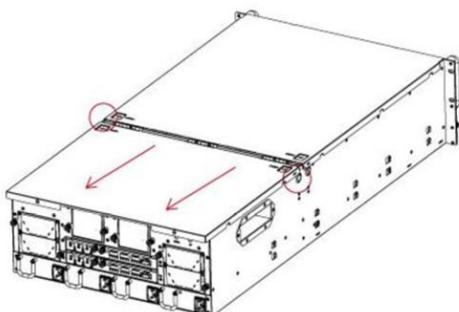

Рисунок 150 - Снять заднюю верхнюю крышку
- 2) Установить заднюю крышку назад, пока он не отделяет от защелки, а затем удалить ее из корпуса дискового массива (см. Рисунок 150).